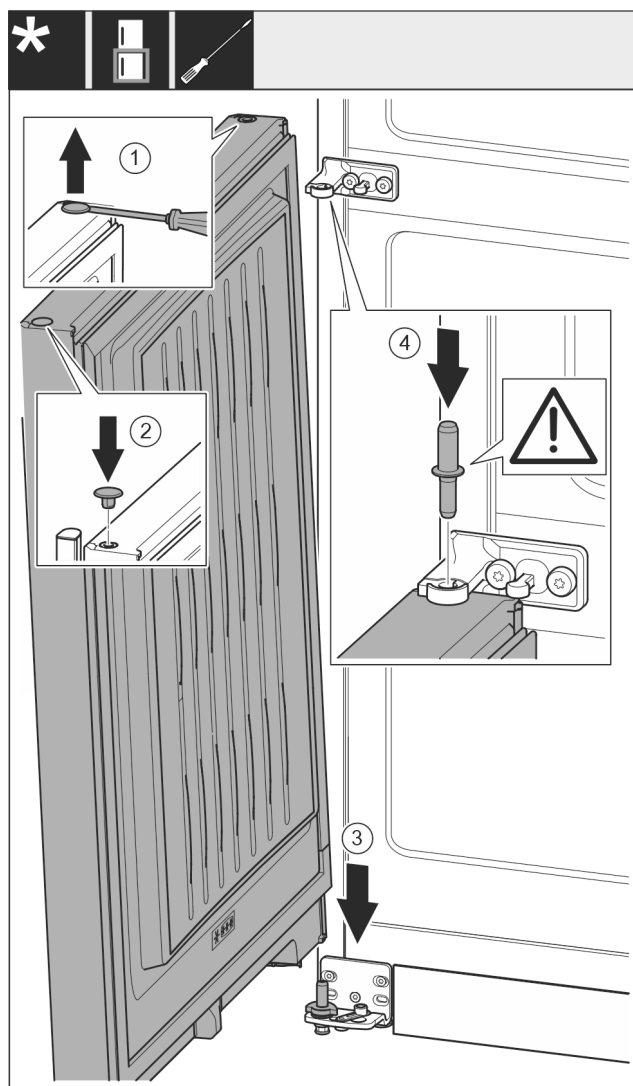

Fig. 20
- Осторожно приподнимите шлицевой отверткой заглушку Fig. 20 (1) и извлеките ее.
- Снова установите заглушку Fig. 20 (2) с другой стороны двери.
- Установите дверь Fig. 20 (3) сверху на нижний опорный палец.
- Вставьте средний опорный палец Fig. 20 (4) через средний опорный кронштейн в нижнюю дверь. При этом проследите за тем, чтобы выступ фиксатора был направлен назад.